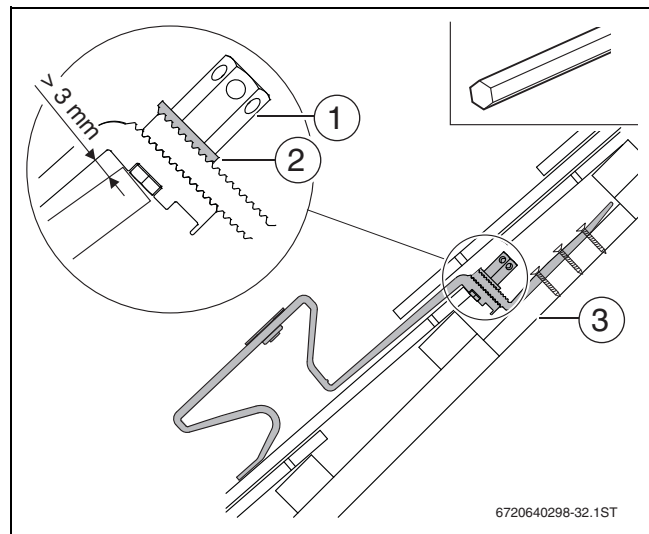

Рис. 24
- ▶ Если требуется, закрепите на стропилах доски/брусья, выдерживающие нагрузку (→ рис. 24 [3]). Если требуется, удалите промежуточную обрешётку в этом месте.
Расстояние от крюка до верхнего края черепицы должно быть не менее 3 мм (→ рис. 24).